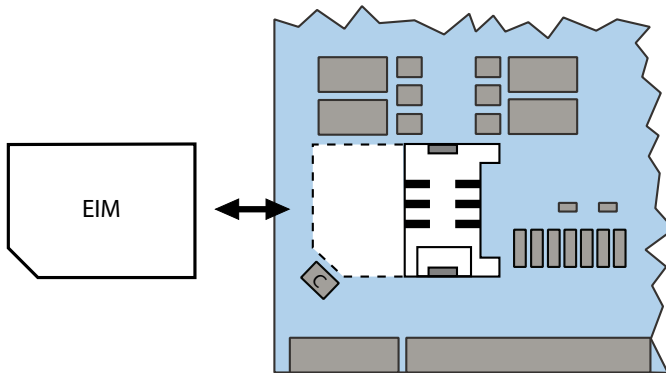

Fig. 82 EIM-Karte
4. Schieben Sie die neue EIM-Karte unter den Führungslaschen hindurch bis zum Anschlag in den Chipkartenhalter. Achten Sie darauf, dass sich die Kontakte der EIM-Karte unten befinden und dass die abgeschrägte Ecke der EIM-Karte gegen den Rand der Call-Manager-Karte zeigt und nicht auf dem Kondensator (C) aufliegt (siehe Fig. 82).